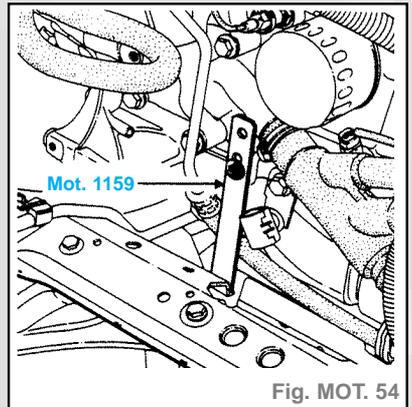

Fig. MOT. 54
- Monter la patte de l'outil **Mot. 1159** sous la pompe à eau (fig. MOT. 54).